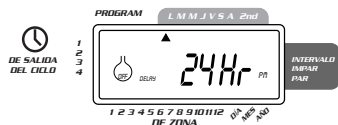

FIGURA 15: Pantalla que muestra la demora de lluvia
- Para cancelar el modo de demora de lluvia, oprima **BORRAR** [Vea la figura 15].